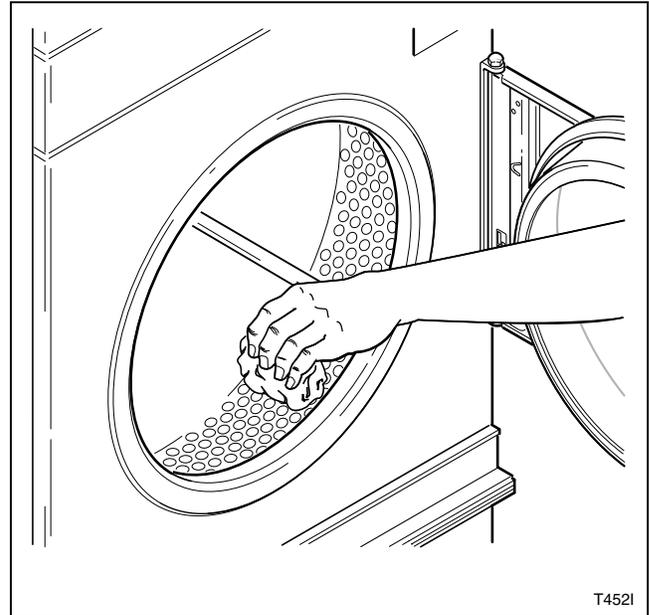

Figura 5
8. Limpie el cilindro con un limpiador o detergente general y una solución de agua. Consulte la *Figura 5*.